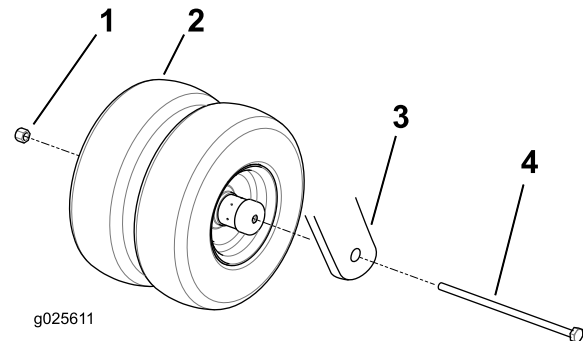

Figura 1
- Instale el conjunto de rueda nuevo con el perno (1/2 x 13 pulgadas) y la contratuercas (1/2 pulgada), según se muestra en la Figura 1.